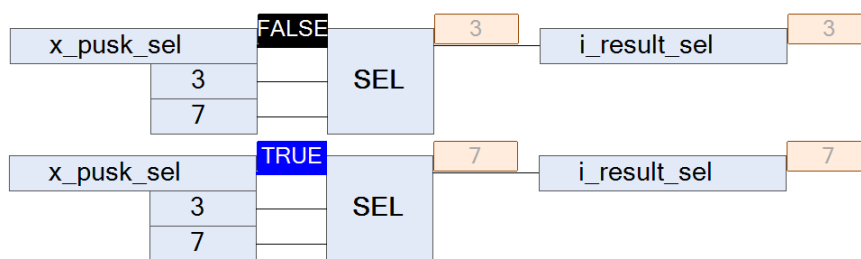

Рисунок 2.24 – Оператор «Селектор»
**Операторы выбора и ограничения. Селектор.** Селектор – оператор побитной выборки. В своей структуре оператор имеет три входных элемента и один выходной. Первый вход селектора (верхний) имеет тип данных BOOL, остальные входы и выход могут быть любого типа данных. Однако, типы данных у оставшихся входов и выхода должны совпадать. Принцип работы : при подаче на первый вход логического нуля, выходному элементу присваивается значение второго входного элемента; если же на первый вход была подана логическая единица, то выходному элементу присваивается значение третьего входного элемента (рис. 2.24).